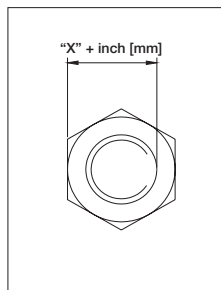

Figura 5
1. Meça a distância da parte plana da porca até o lado mais distante do parafuso. Veja a Figura 5.